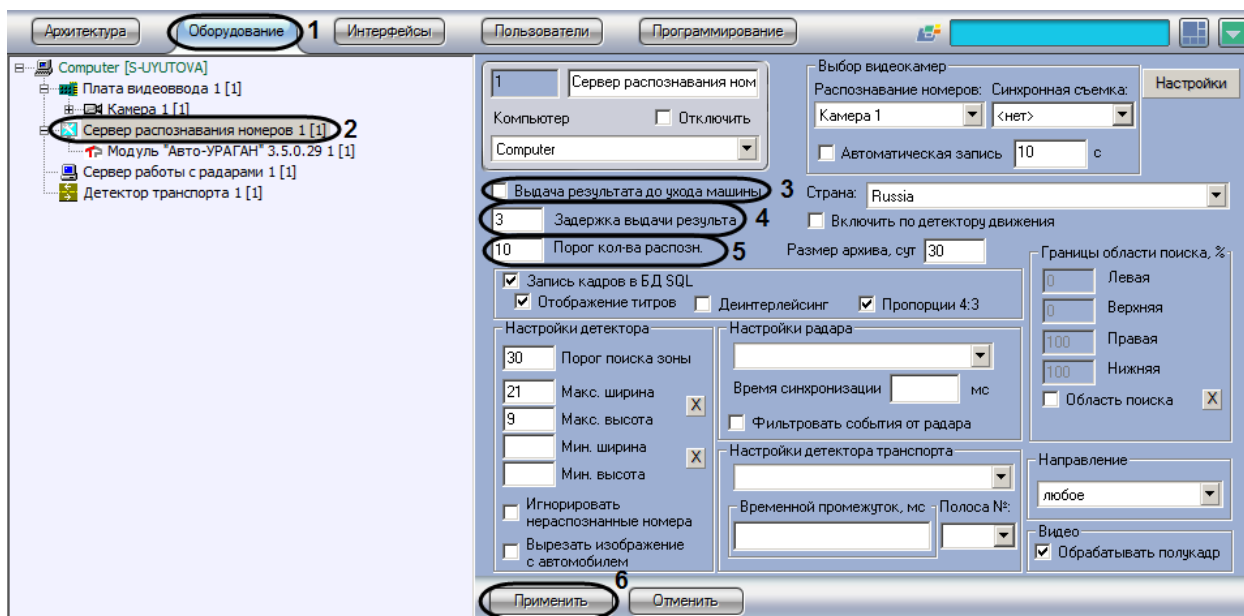

Рис. 7.2—17. Выбор параметров обработки номерного знака
1. В диалоговом окне «Настройка системы» перейти на вкладку «Оборудование» (Рис. 7.2—17, 1).
2. В дереве объектов на вкладке «Оборудование» выбрать объект «Сервер распознавания номеров», соответствующий активированному программному модулю «Авто-УРАГАН 3.5.0.29» или «VIT» (см. раздел «Активация программного модуля, используемого для распознавания номеров», Рис. 7.2—17, 2). В правой части вкладки «Оборудование» отобразится панель настройки выбранного объекта.
3. Установить флажок «Выдача результата до ухода машины» (см. Рис. 7.2—17, 3). В том случае, если флажок «Выдача результата до ухода машины» установлен, результат выдается до реального ухода машины из кадра (номера данной машины из границ поиска номерного знака). В противном случае, окончательный результат выдается только после реального ухода машины из кадра.
4. Задать параметр «Задержка выдачи результата» (секунды) (см. Рис. 7.2—17, 4). В том случае, если данный параметр задан, результат распознавания будет выдаваться сразу после того, как пройдет промежуток времени, заданный данным параметром. Данный промежуток времени начинает отсчитываться после первого распознавания номерного знака.
Примечание. Данный параметр используется только при установленном флажке «Выдача результата до ухода машины» (см. Рис. 7.2—17, 3).
5. Задать параметр «Порог кол-ва распозн.» (см. Рис. 7.2—17, 5). В том случае, если данный параметр задан, результат распознавания будет выдаваться сразу после того, как количество надежных распознаваний номерного знака превысит значение данного параметра. Счетчик количества распознаваний является накопительным и не сбрасывается в случае временных потерь данной зоны или неправильных распознаваний.